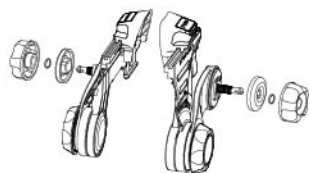

fig.13
- Svitare la manopola di connessione principale di ciascun adattatore (vedere fig. 13).